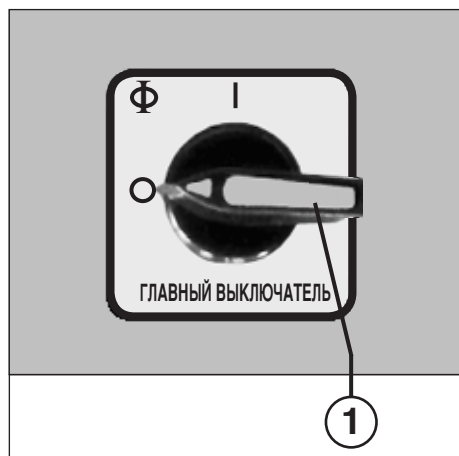

Рис. 1
Включите измельчитель с помощью главного выключателя (1) (рис. 1). В знак того, что устройство готово к работе, загорается контрольная индикаторная лампочка "Готовность к работе" (5), а также красная клавиша остановки "S" (3) (рис. 2).